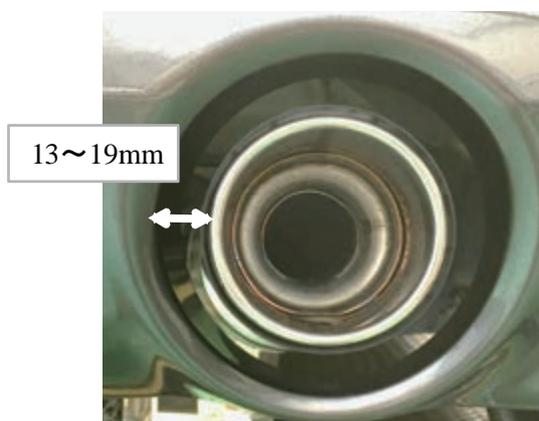

図3.テールとバンパーのクリアランス
(1)テール位置の調整の際、図3のようにテール外径部とバンパー穴内側方向のクリアランスを13～19mmになるように調整をしてください。